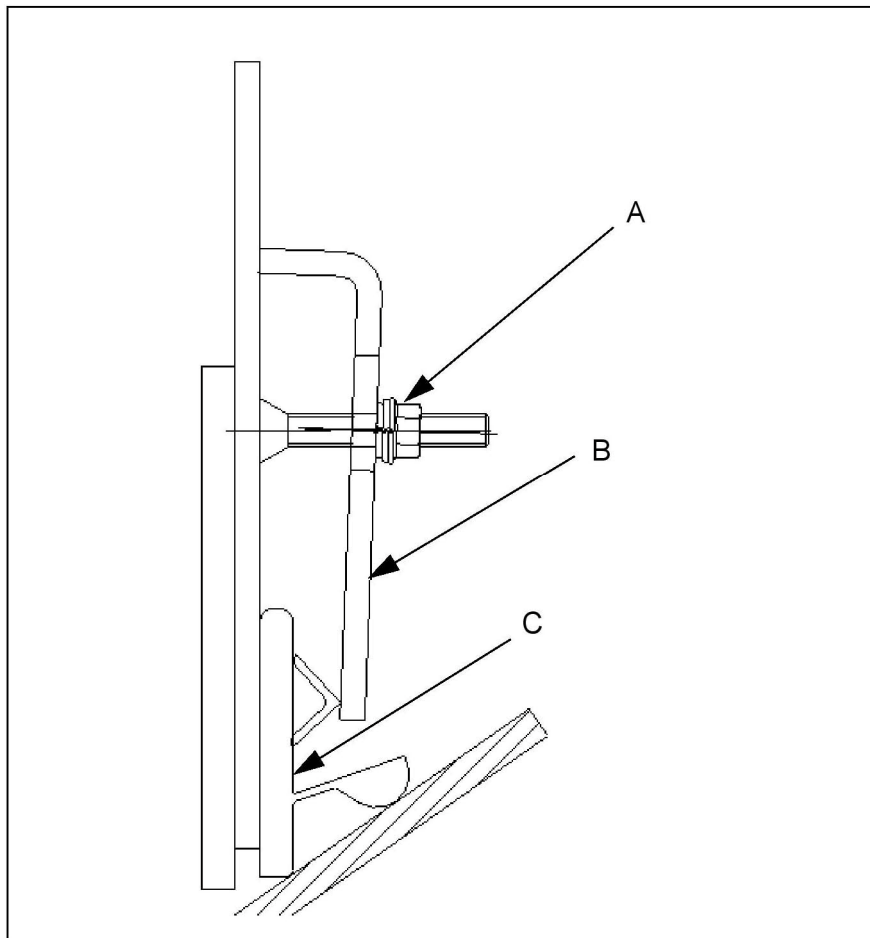

Рис. 6: Бортовое уплотнение MARTIN® APRON SEAL™
1. Ослабьте затяжку гаек и всех угловых зажимов (А, рис. 6).
2. Снимите угловые зажимы (В, рис. 6).
3. Снимите бортовое уплотнение MARTIN® APRON SEAL™ (С, рис. 6).